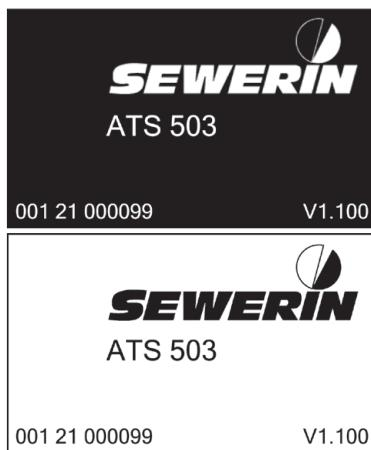

Abb. 10: Abfolge der Startbilder während des Einschaltvorgang
- a) Eine Abfolge von Startbildern (Abb. 10) erscheint.
Die Einstellungen erfolgen im Anschluss an die Startbilder (Abb. 10).
Wenn ein signifikanter Unterschied vorliegt, wird im Anschluss an die Startbilder (Abb. 10) erneut die Gaszuordnung (Abb. 24) angezeigt. Die Prüfgase können dann gegebenenfalls neu zugeordnet werden.